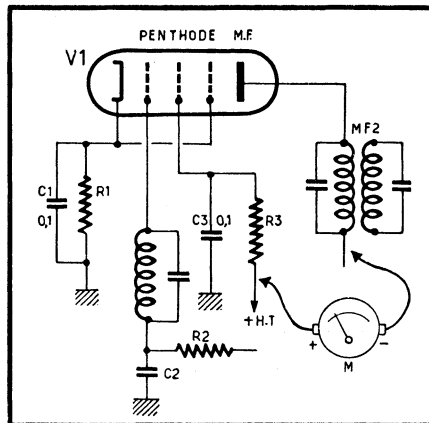

Fig. 331. — Branchement d'un milli-ampèremètre pour la mesure du courant anodique d'une lampe commandée par la C.A.V.
La tension positive existant en  $b$  (ou en  $c$ ) est donc appliquée à la grille de la lampe commandée  $V_1$  (pour simplifier le dessin nous n'envisagerons que le cas d'une seule lampe) et il est nécessaire que nous ayons en  $d$  une tension égale à la polarisation normale de la lampe augmentée de la tension existant en  $c$ . Cela veut dire, si nous avons  $+1,5$  volt en  $c$  et si la lampe  $V_1$  doit être polarisée à  $-2,5$  volts, par exemple, que la tension en  $d$  doit être de  $2,5 + 1,5 = 4$  volts. La résistance  $R_1$  sera donc ajustée en conséquence. Cela n'est valable, bien entendu, que si la lampe  $V_1$  (ou les autres lampes commandées) n'a aucun courant grille appréciable, c'est-à-dire s'il n'existe aucune chute de tension dans la résistance  $R_2$ . Par précaution, on mesurera donc, à l'aide d'un voltmètre électronique, la tension qui existe réellement en  $c$  et on réglera la tension au point  $d$  en conséquence. Lorsqu'on ne possède pas de voltmètre électronique, la mise au point de la polarisation initiale (au repos) de la lampe  $V_1$  peut se faire en mesurant son courant anodique, suivant la figure 331. On pratique une coupure à la base du primaire du 2e transformateur M.F. et on y intercale un milliampèremètre continu (M) sur la sensibilité de 10 à 15 mA. On ajuste alors la résistance  $R_1$  de façon que le courant anodique de  $V_1$  corresponde aux indications du tableau ci-contre, et on s'assure, en même temps, que la tension écran de la lampe correspond à peu près aux indications du même tableau.